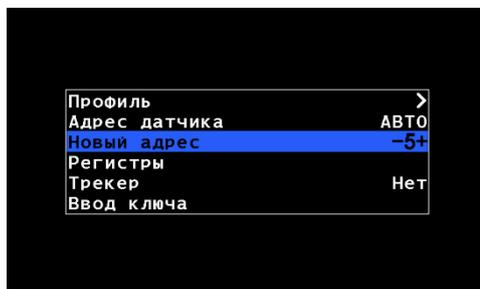

Рисунок 56
10. Кнопками \uparrow «Вверх» и \downarrow «Вниз» выбрать пункт «Адрес датчика» и кнопками \oplus «Плюс» и \ominus «Минус» задать текущий программный адрес подключенного датчика (см. «Рисунок 56») или выбрать «АВТО», если адрес неизвестен.
11. Кнопками \uparrow «Вверх» и \downarrow «Вниз» выбрать пункт «Новый адрес» и кнопками \oplus «Плюс» и \ominus «Минус» задать новый программный адрес (см. «Рисунок 56»). После этого нажать кнопку \leftarrow «Меню». В результате удачного переименования на экран будет выведено сообщение - «Выполнено».